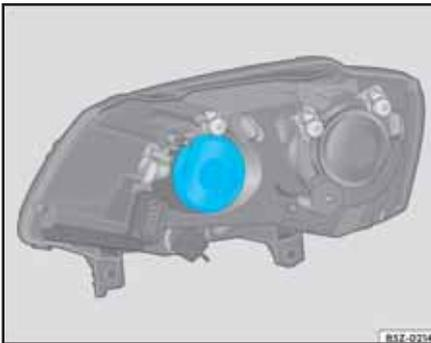

Fig. 183 Localización de la lámpara de la luz alta/faro delantero (luz de posición)
- Retire la cubierta de protección ⇒ fig. 183.